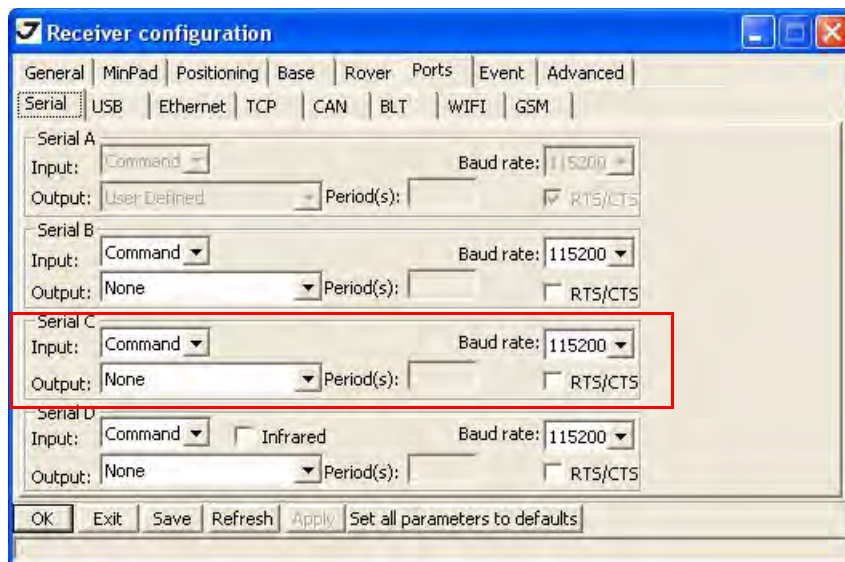

Рисунок 41. Настройки базы и ровера для RTK съемки – Ports
10. Для съемки в режиме RTK перейдите в закладку *Ports* произведите настройки следующих параметров (Table 18), затем нажмите *Apply* (Рис. 41 на стр. 56).